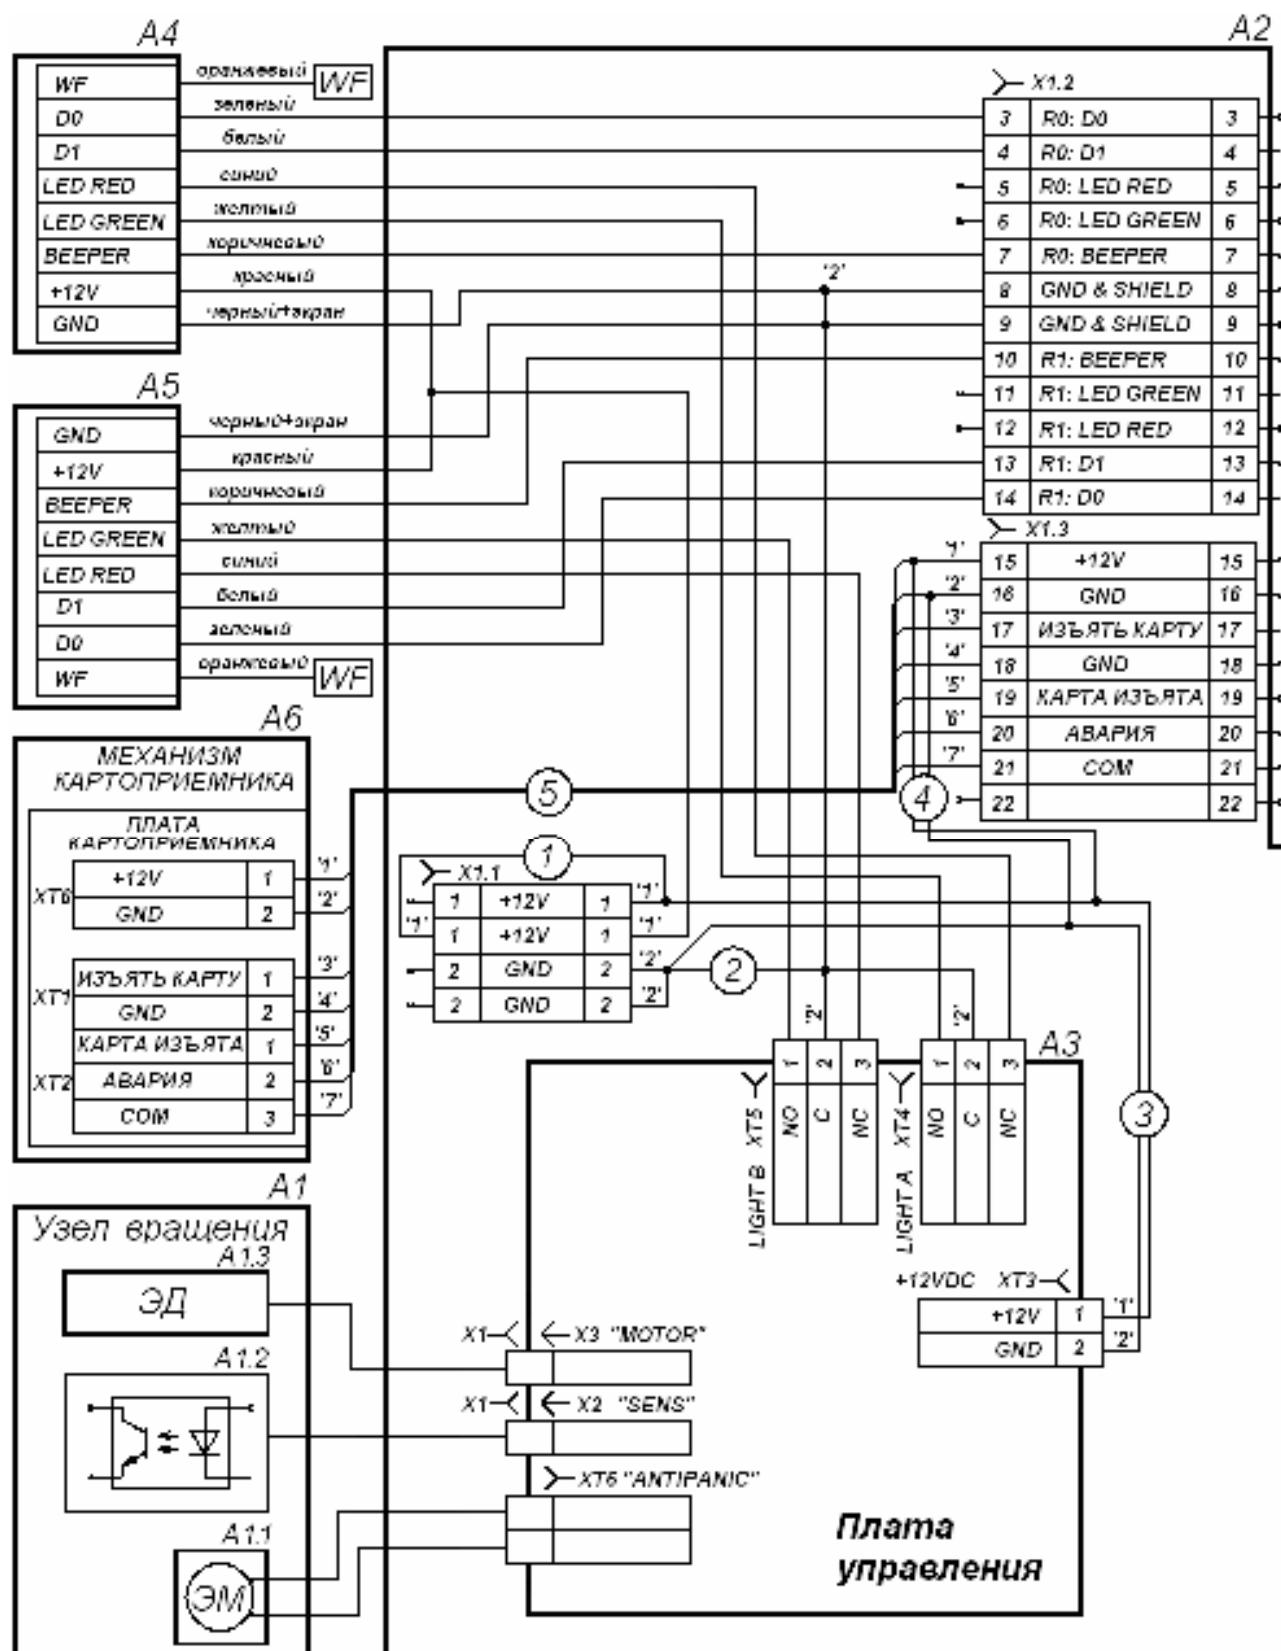

Рисунок 13. Схема внутренних соединений турникета¹
Турник имеет маркировку в виде этикетки и наклейки. Этикетка расположена внутри на задней стенке стойки. На этикетку нанесены: товарный знак, контактные данные предприятия изготовителя, год, месяц изготовления, напряжение питания, потребляемая мощность. Наклейка находится на внутренней поверхности крышки турникета (3). На наклейке изображена общая схема соединений турникета, аналогичная приведенной на рис. 13. Для доступа к этикетке и наклейке необходимо снять крышку (3).
- 10 Подсоедините кабель картоприемника (8, рис. 11) к плате картоприемника (см. рис. 9) согласно схеме (рис. 13).
- 12 Установите в рабочее положение контейнер картоприемника (10) со стороны механизма картоприемника, а заглушку (9) – с противоположной стороны.
- 13 Установите крышку (3) в рабочее положение (см. разд.6).